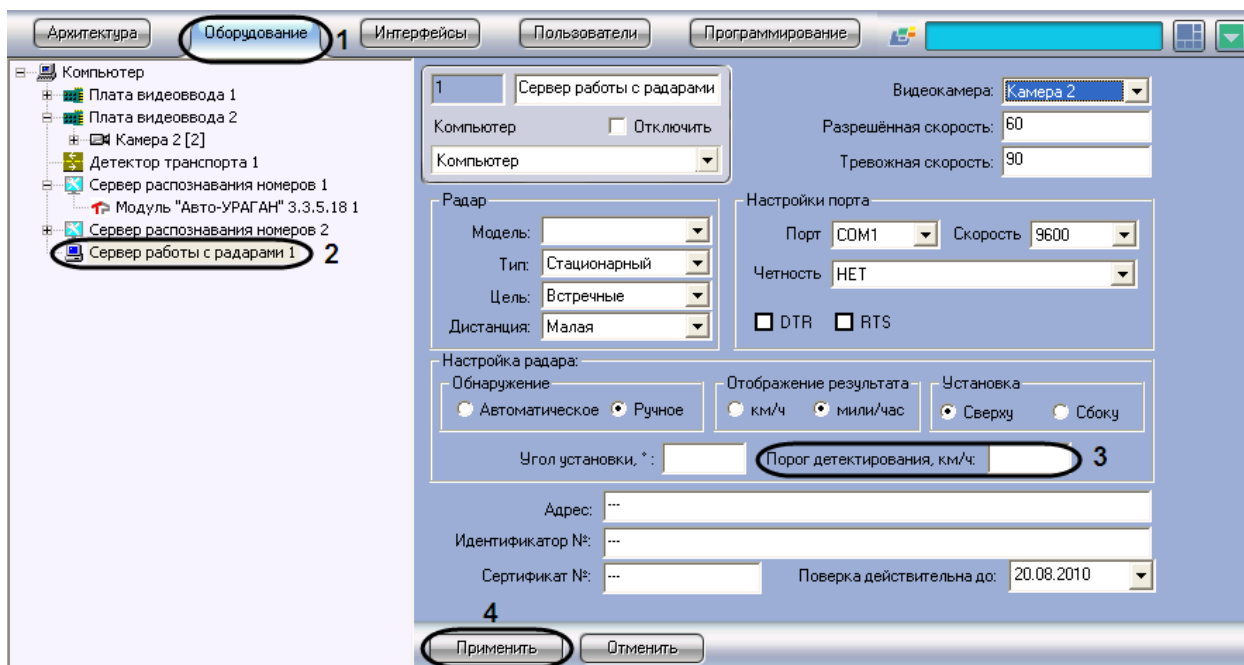

Рис. 7.3—13. Указание минимальной скорости движения транспортного средства, определяемого устройством «Радар»
2. В дереве объектов на вкладке «Оборудование» выбрать объект «Сервер работы с радарными», соответствующий настраиваемому программному модулю «Радар» (см. Рис. 7.3—13, 2). В правой части вкладки «Оборудование» отобразится панель настройки выбранного объекта.
3. Задать в поле «Порог детектирования, км/ч» минимальную скорость движения транспортных средств, определяемую устройством «Радар» (см. Рис. 7.3—13, 3).
4. Нажать кнопку «Применить» (см. Рис. 7.3—13, 4).